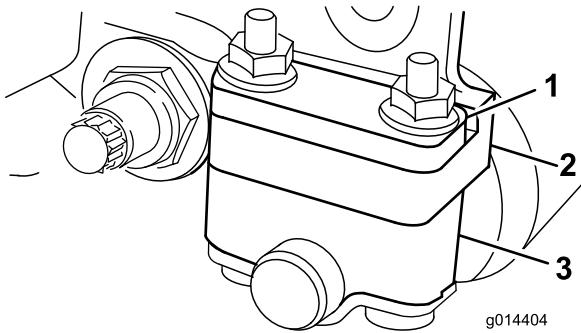
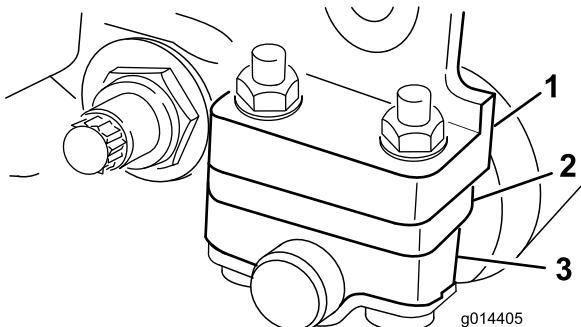

Figure 6
Figure 7
- Réglez les supports du rouleau arrière (Figure 6 ou Figure 7) à la position supérieure ou inférieure selon la plage de hauteur de coupe voulue.
Placez l'entretoise au-dessus de la bride de fixation de la plaque latérale (réglage d'usine) lorsque les hauteurs de coupe sont comprises entre 1,5 et 6 mm (Figure 6).
Placez l'entretoise en dessous de la bride de fixation de la plaque latérale lorsque les hauteurs de coupe sont comprises entre 3 et 25 mm (Figure 7).